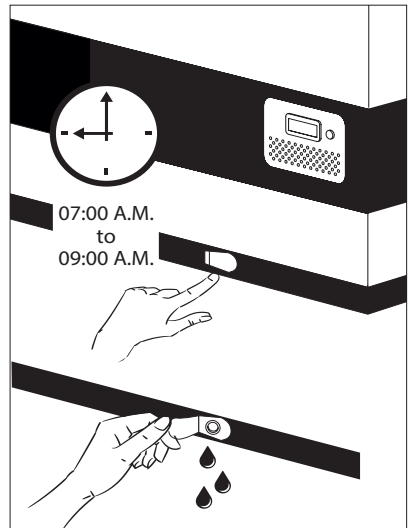

图 16
1. 关闭 ON/OFF 按钮断开电源。重要提示！仅关闭疫苗柜的电源。（见图 16）